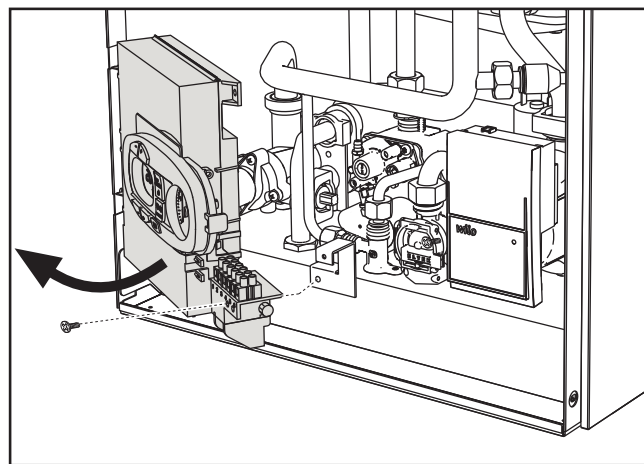

fig. 21
2. Dévisser la vis et tourner le tableau de commandes (voir fig. 21).